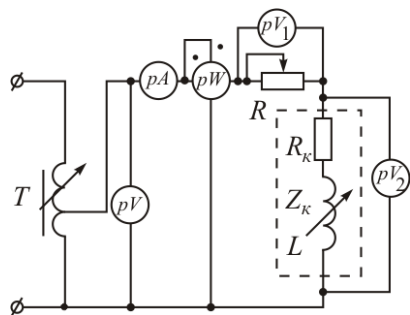

Рис. 3.3.
1. Для исследуемой электрической цепи, схема которой показана на рис. 3.3, на основе анализа приведенных в работе формул постройте качественно:
1. Соберите электрическую цепь по схеме рис. 3.3. При полностью выведенном сопротивлении резистора  $R$  ( $R = 0$ ) измерьте показания приборов и рассчитайте параметры катушки индуктивности.